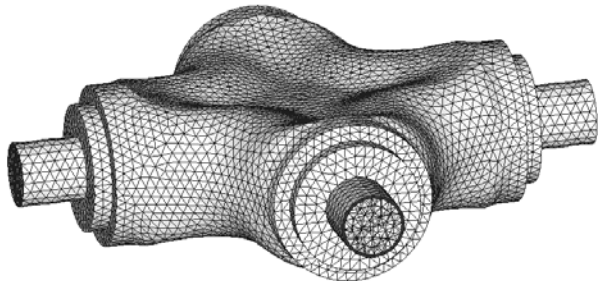

图 5-199 仅 2D 单元为可见
- (6) 选择 Mesh > Organize 命令。
- (7) 单击 elems 并选择 displayed。
- (8) 单击 dest component = 并选择 fluid 组件。
- (9) 依次单击 move 和 return 按钮。
- (10) 在 Mask Browser 中, 设置仅 2D 单元为可见, 模型如图 5-199 所示。